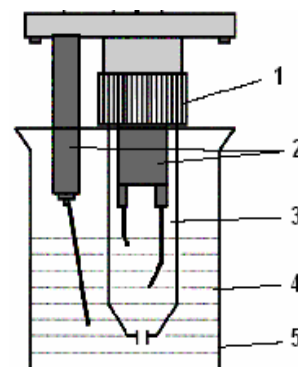

Рис. 3
Блок электродов 2 (рис. 3) представляет собой три платиновых электрода, размещенных в пластмассовом корпусе. На корпусе имеется резьба для присоединения измерительной трубки.
Измерительная трубка 3 (рис. 3) представляет собой пластмассовую или стеклянную трубку, в нижней части которой находится измерительное отверстие, выполненное в виде кристалла с калиброванным отверстием. Измерительная трубка присоединяется к блоку электродов через уплотнительные кольца при помощи гайки 1.
Измерительный стакан 5 (рис.3) представляет собой стеклянную емкость, объемом 15 мл предназначенную для разведения рабочего раствора 4.
3.2.1. Снимите стеклянный защитный колпак (рис. 3) с электродов, открутив гайку 1.